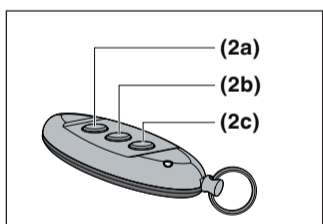

Fig. 3
- ▶ Presionar uno de los pulsadores (1) del emisor manual. La función ligada al pulsador (p. ej., abrir/cerrar puerta) se lleva a cabo.
4.3 Disposición de las funciones de los pulsadores (fig. 3)
- ▶ Premere uno dei pulsanti (1) sul telecomando. La funzione assegnata al pulsante scelto viene eseguita (ad es. Apri/chiudi portone)
4.3 Assegnazione delle funzioni pulsante (Fig. 3)